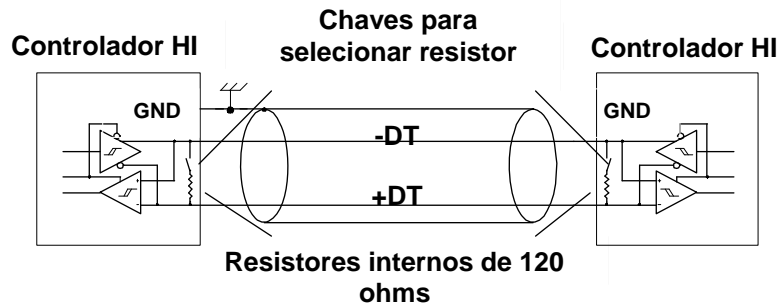

Figura 4: Uso de resistores em paralelo nas extremidades
O uso de resistores nas extremidades da rede é importante para prover o “casamento” de impedância do cabo de comunicação utilizado. Quando a impedância entre cabo e *drivers* não está adequada, o sinal transmitido não é absorvido completamente pela carga e, parcela deste poderá ser refletida de volta para fonte da linha de transmissão. Se a fonte, a linha de transmissão e a carga tiverem a mesma impedância, estas reflexões são eliminadas. Para solucionar este problema, os controladores e conversores HI possuem um recurso para selecionar um resistor interno. Quando este recurso é ligado, um resistor é colocado em paralelo com a rede RS485, provendo o casamento de impedância necessário. Isso só deverá ser feito nos controladores que estiverem nas extremidades da rede. A figura 4 mostra o resistor e a chave. Para informações da localização desta chave, consulte o item 4 (*Hardware dos Controladores*).